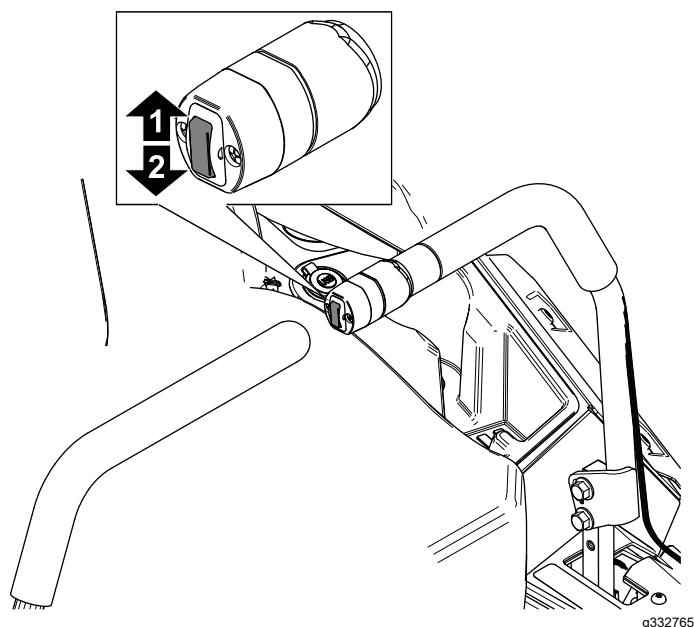

Figura 30
1. Presione hacia arriba el interruptor de elevación de la carcasa (Figura 30).
3. Presione hacia abajo el interruptor de elevación de la carcasa para ajustar la altura de corte (Figura 30).